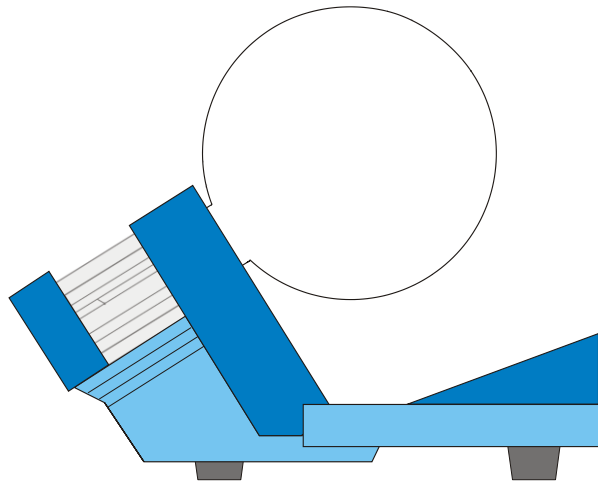

Fig. 1 Montagem de um tubo
- Empurrar o tubo na armação com uma leve pressão até que os pinos de contato entrem completamente na tomada, ao fazê-lo, prestar atenção na posição exata da vara de inserção (ver fig. 1).